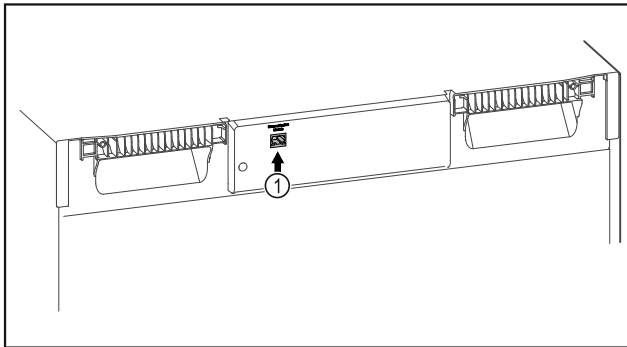

Fig. 127
- ❑ Le SmartModule Fig. 127 (1) est en place.